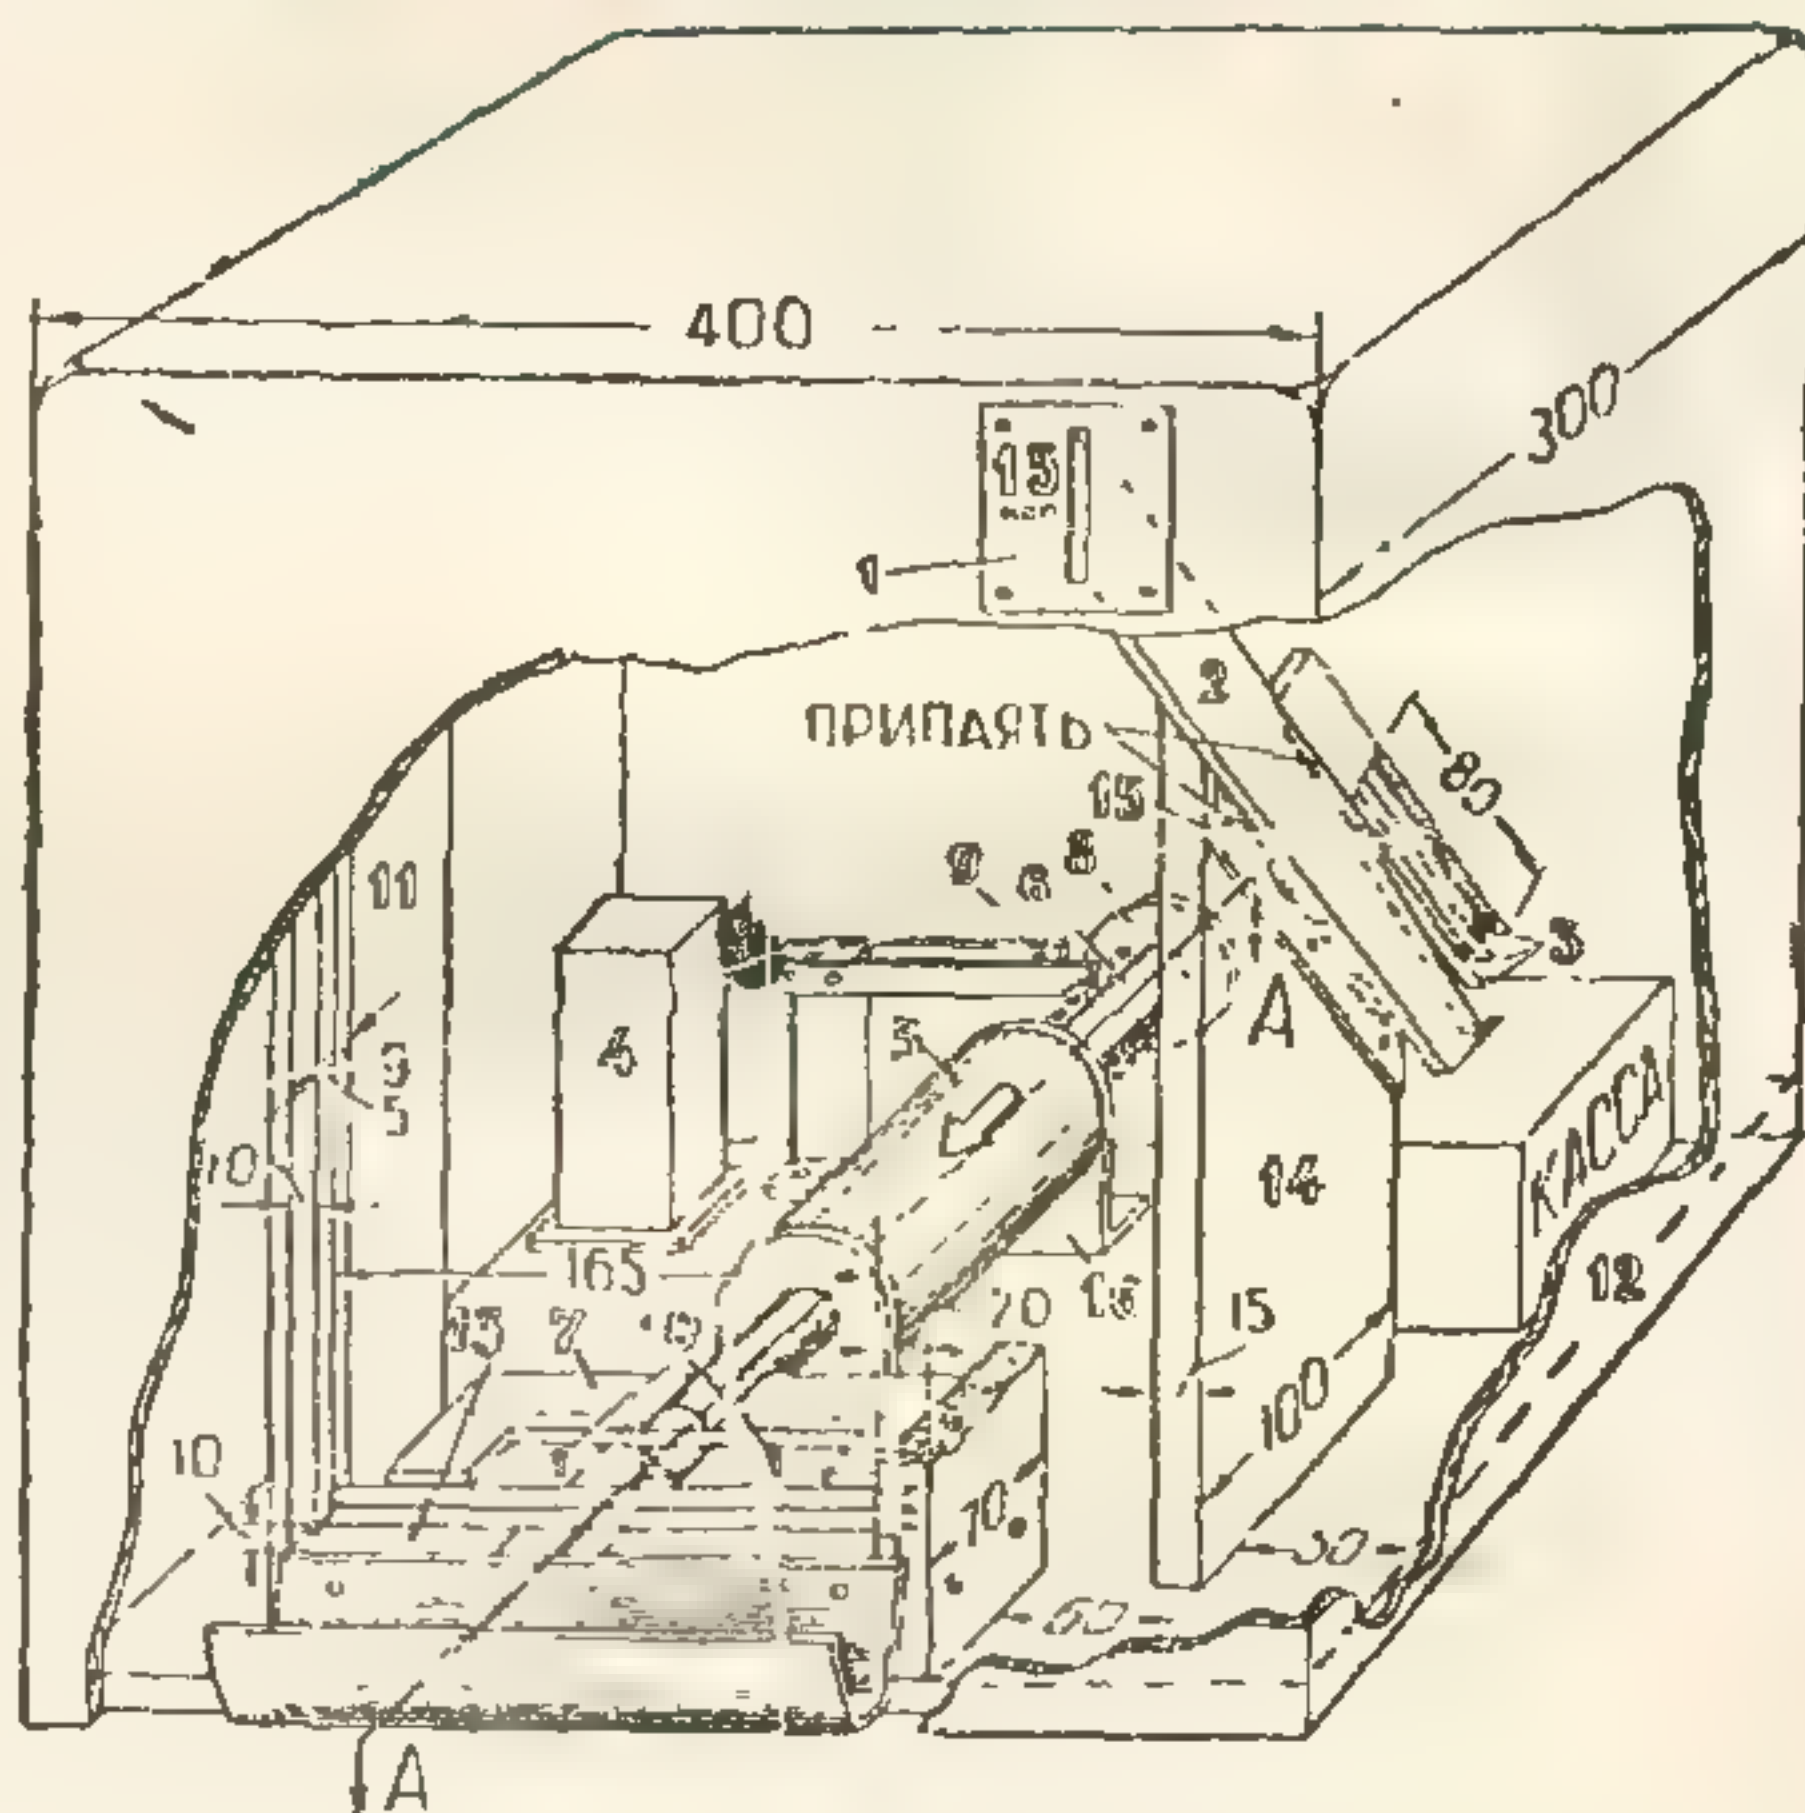

Рис. 1
Вы опускаете 15-копеечную монету (см. рис. 1) в щель монетника (1). Скатываясь по желобу (2), она касается контактов пуска (3) и включает телефонное реле (4), а реле — электромагнит (5). Электромагнит втягивает в себя стальной нонец сердечника (6) и вытал-